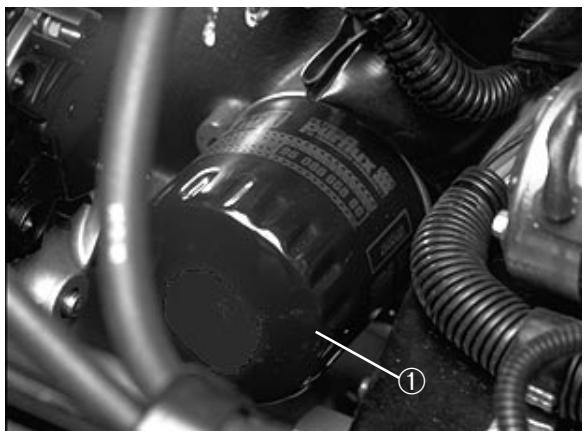

Figure 41
- Déposer le filtre à huile (Fig. 41). Enduire le joint du filtre neuf d'une fine couche d'huile propre avant de le visser en place. NE PAS TROP SERRER.